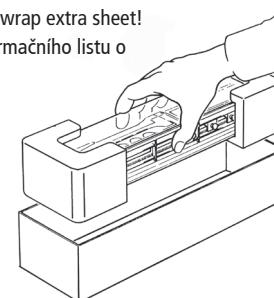

Fig. 2
**Betriebsbedingungen:** Es empfiehlt sich, das Modell 30 Minuten vorwärts und 30 Minuten rückwärts ohne Belastung **einlaufen zu lassen**, damit Ihr Modell einen **optimalen Rundlauf und beste Zugkraft** bekommt. Der kleinste befahrbare Radius für dieses Modell ist **R2** (358mm) des ROCO-Gleissystems (Modell ohne lange Kolbenschutzrohre) (Fig. 2 ).
**Operating instructions:** Before use it is advisable to let the loco go around about 30 minutes forwards and 30 minutes backwards without load, to obtain an optimal circuit and best tractive power. The smallest radius this model should run is **R2** (358 mm) (model without long tubes protection pistons) (fig. 2).